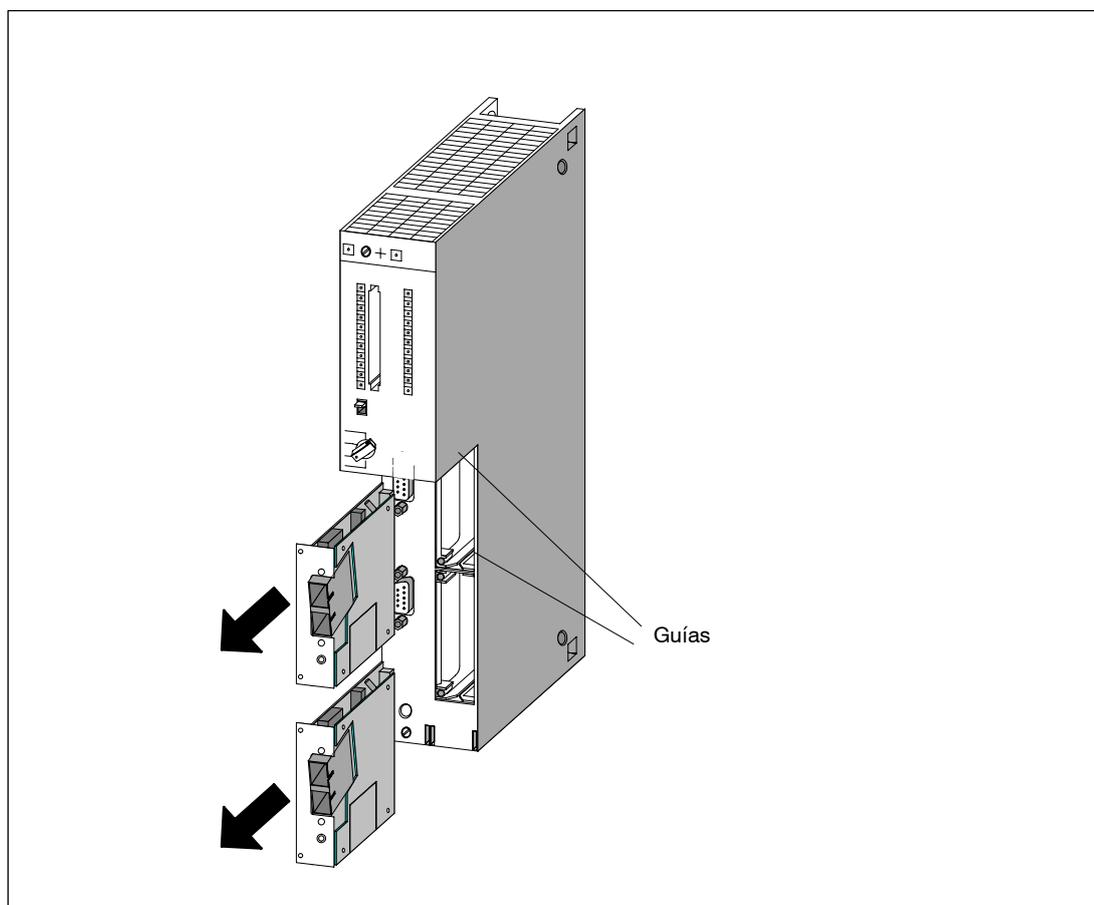

Figura 7-1 Desmontaje de los submódulos interface de la CPU
2. Desconectar la fuente de alimentación (PS) (no en el caso de un submódulo de sincronización de un sistema H).
5. Retirar el submódulo de la guía con cuidado (v. figura 7-1) sujetándolo por los laterales del panel frontal.